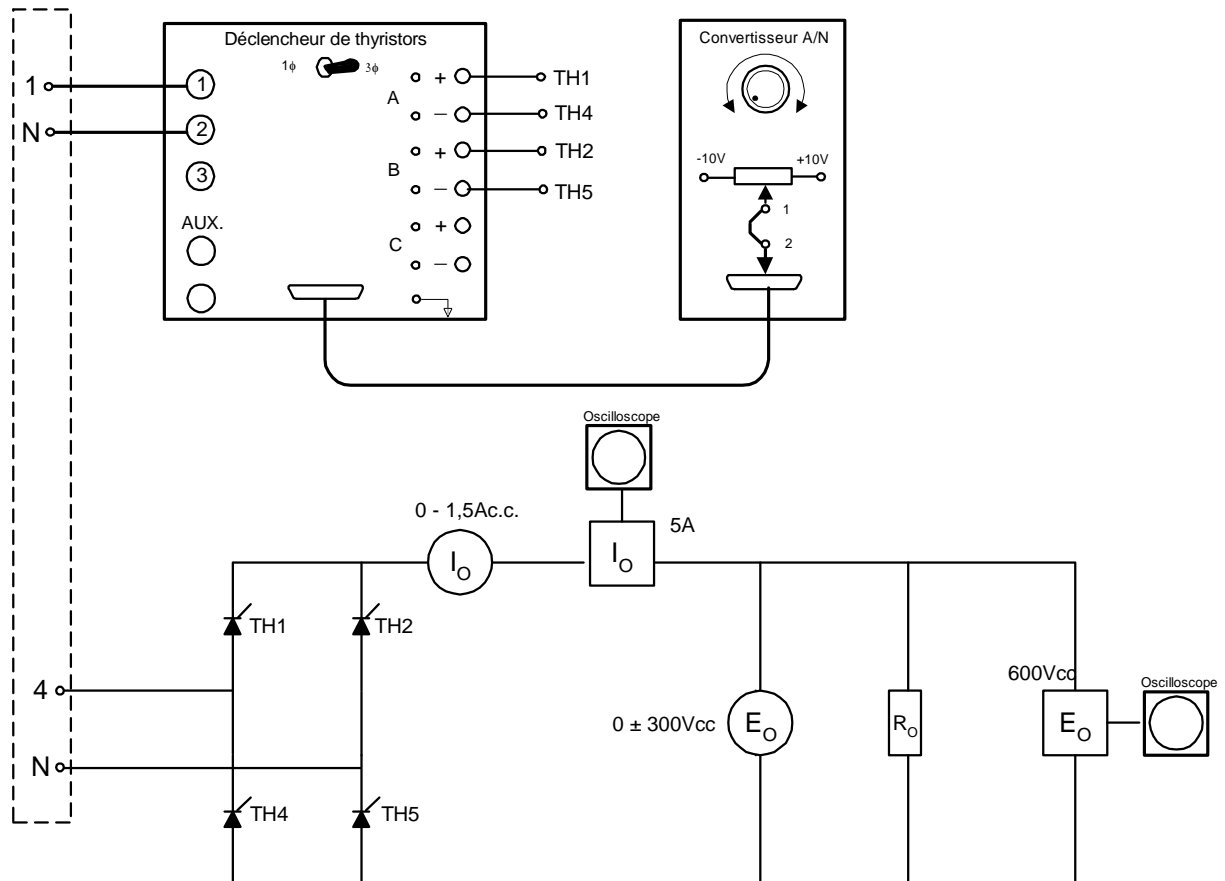

FIGURE 2-3
1. Montez le circuit de la Figure 2-3 en branchant une charge résistive de 220 ohms.